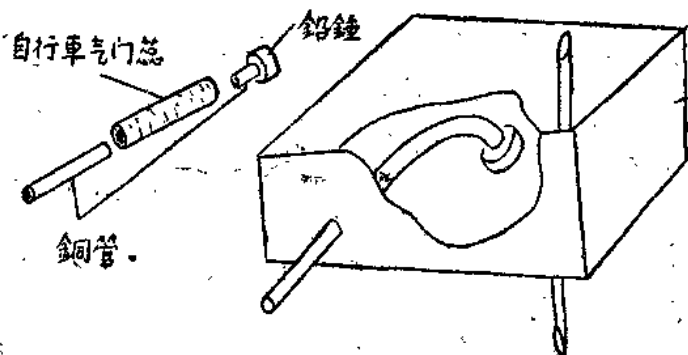

图 6 软管式油箱
3. 软管式油箱（如图6）。它的外形和构造基本上和普通式油箱相同，只是它的出油管很软（可以用自行车的气门芯），管的末端固定一个重物，这样在地面工作时，油管在重物的重力作用下始终下垂浸在燃料中，在飞行时，或做特技动作时，燃料和油管末端的重物都会受力（离心力和重力）的作用，处于同一个部位，出油管的进口，便总能浸在燃料中。